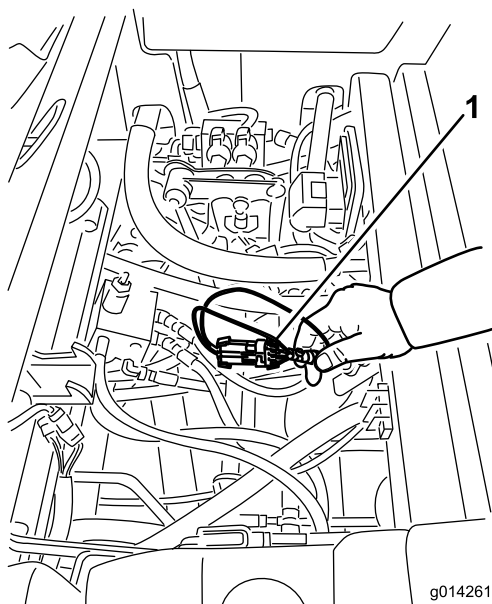

Рисунок 27
3. Найдите жгут проводов и разъемы рядом с регулятором (Рисунок 27).
- Подключите разъем диагностического дисплея ACE к шлейфовому разъему жгута проводов (Рисунок 27).